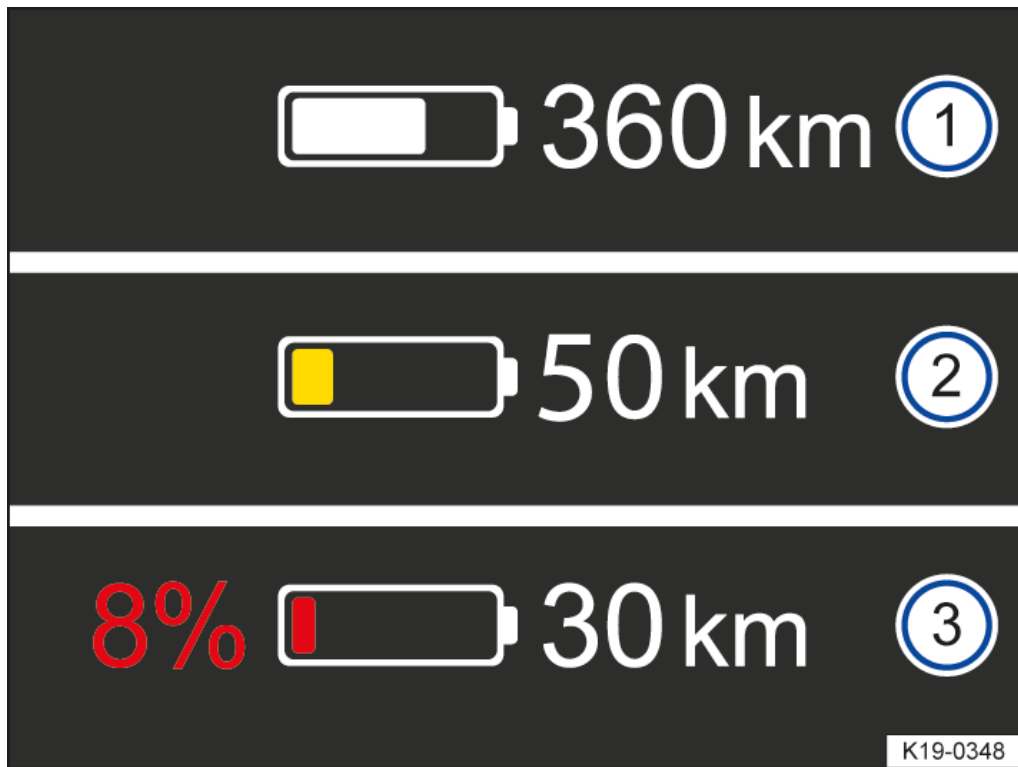

Abb. 2 Im digitalen Kombi-Instrument: Reichweite und Reserveanzeige.
Der aktuelle Ladezustand der Hochvoltbatterie wird durch das Symbol  im digitalen Kombi-Instrument angezeigt → Abb. 2 (1). Der Füllstand des Batteriesymbols ändert sich mit dem Ladezustand.
Die Reichweite des Fahrzeugs wird je nach Einstellung in Kilometer (km) oder Meilen (mi) angegeben → Abb. 2 (2).
- ① Ladezustand und Reichweite.
- ② Reserveanzeige Warnstufe 1 und Reichweite.
- ③ Reserveanzeige Warnstufe 2 und Reichweite.
Wenn der rote Reservebereich der Hochvoltbatterie erreicht wurde, wird das Symbol  zusammen mit einer farbigen Prozentangabe angezeigt → Abb. 2 ③ → .